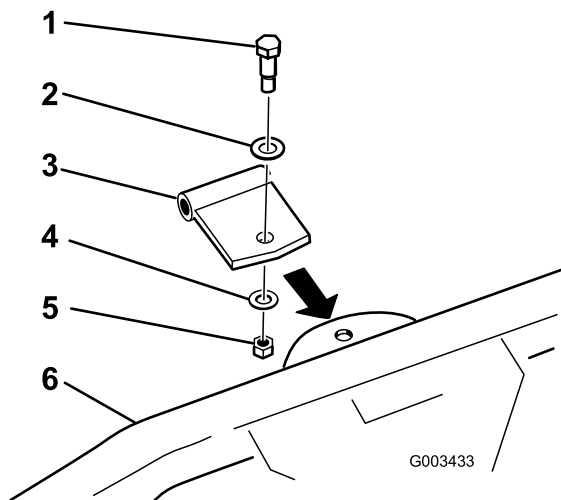

Figura 10
2. Fije el soporte/pivote recto al rastrillo flexible con el perno de cuello largo, una arandela de 0,531 x 1,063, una arandela de 0,469 x 0,922 y una contratuerca de 7/16 pulgada, según se muestra en Figura 10.